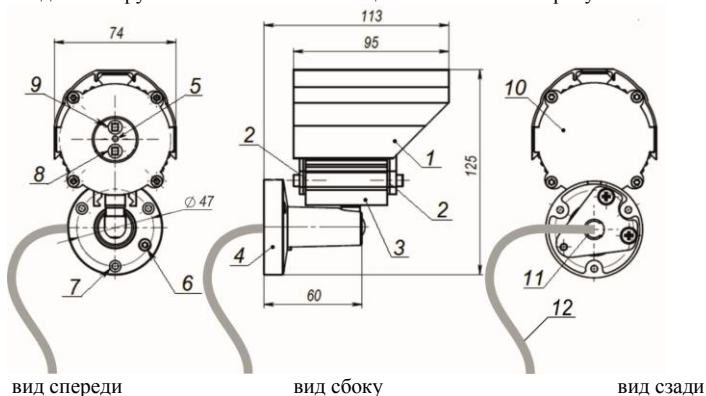
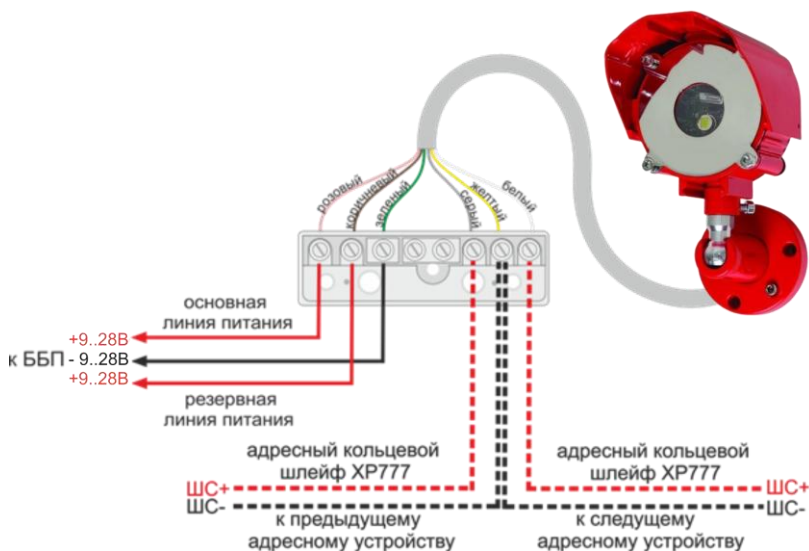

Рис. 1. Общий вид извещателя
Рис. 2 Схема внешних подключений извещателя
Светодиодный индикатор 5 (см. рисунок 1) служит для индикации режимов работы извещателя:
- 4) при помощи ключа для винтов с внутренним шестигранником, входящем в комплект поставки, затянуть винт в основании корпуса (см. рисунок 1, поз. 6);
- 5) с помощью ПЭВМ с установленным программным обеспечением «XP-TESTER» запрограммировать адрес извещателя. Для этого необходимо подключить ПЭВМ через адаптер интерфейсов универсальный АИУ(01) или аналогичный к ППКПиУ, к которому подключен извещатель.
- 7) подключить внешние соединительные линии и провод к КРС-8 в соответствии со схемой подключения (см. рисунок 2)